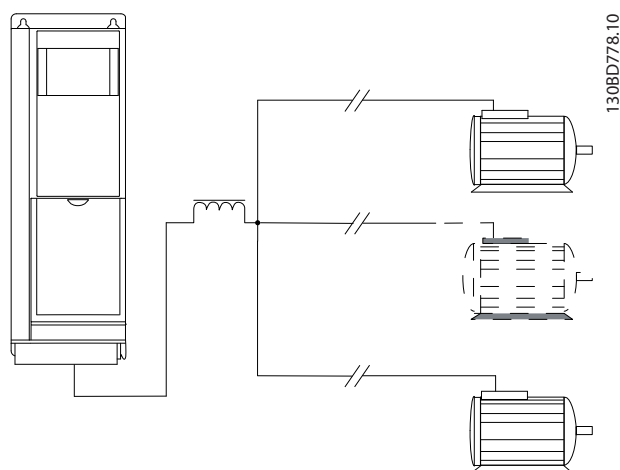
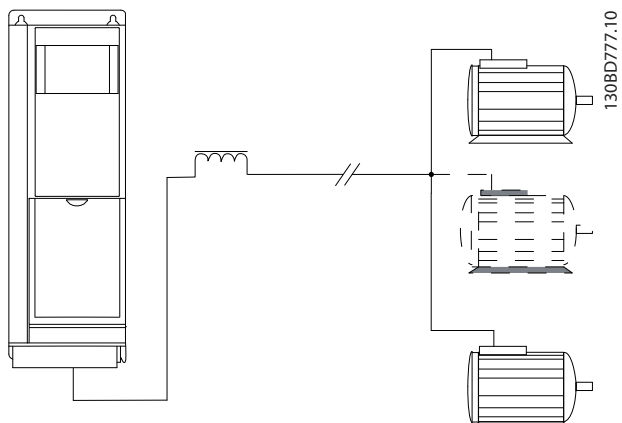

图 9.54 长并行电缆的 LC 过滤器
图 9.53 带负载的并行电缆
- 只要并联的每根电缆的长度不超过 10 米, 表 5.2 中指定的电机电缆总长度即有效, 请参阅图 9.53 和图 9.54。
- 考虑电机电缆两端的压降, 请参阅图 9.54。
- 对于长并行电缆, 使用 LC 滤波器, 请参阅图 9.54。